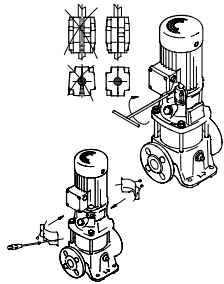

Abb. 1
*Prüfen, daß der Abstand zwischen den Kupplungshälften auf den beiden Seiten gleich ist, siehe Abb. 1*
*Prüfen, daß der Abstand zwischen den Kupplungshälften auf den beiden Seiten gleich ist. Siehe Abb. 1.*
*Prüfen, daß der Abstand zwischen den Kupplungshälften auf den beiden Seiten gleich ist, siehe Abb. 1.*